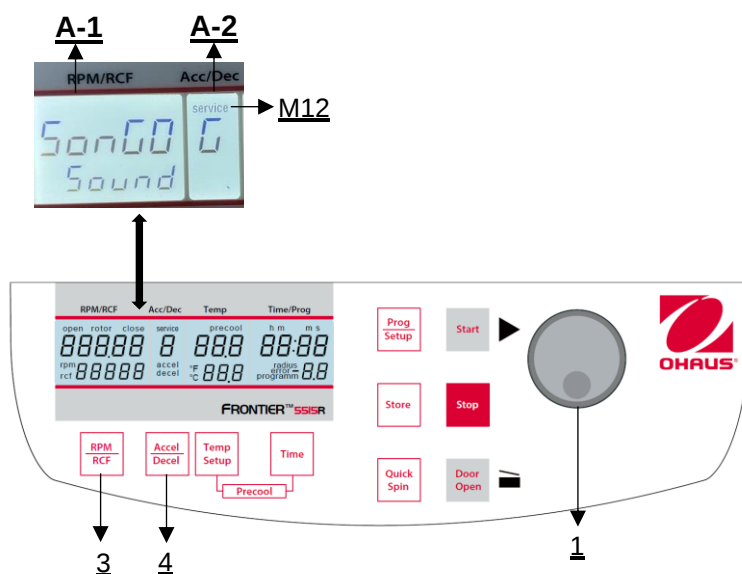

Abbildung 33
Gehen Sie wie unter Punkt 4.1.1 beschrieben vor, um in diesen Programmmodus zu gelangen und drücken Sie dann die Taste **"Accel/Decel"** (4). In der Anzeige **"Acc/Dec"** (A-2) blinkt das Wort **"Service"** (M12). Wählen Sie nun mit dem Einstellknopf (1) den Buchstaben **"G"** aus. Daraufhin erscheint in der Anzeige **"RPM | RCF"** (A-1) der Schriftzug "SonGo/Sound". Nachdem Sie die Taste **"RPM | RCF"** (3) gedrückt haben, können Sie mit dem Einstellknopf (1) einen Song auswählen (**siehe Abbildung 33**).